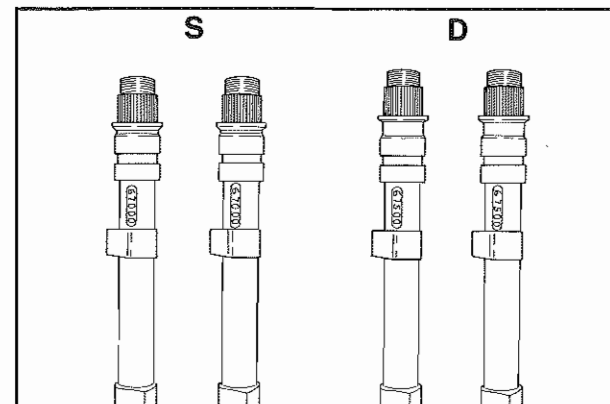
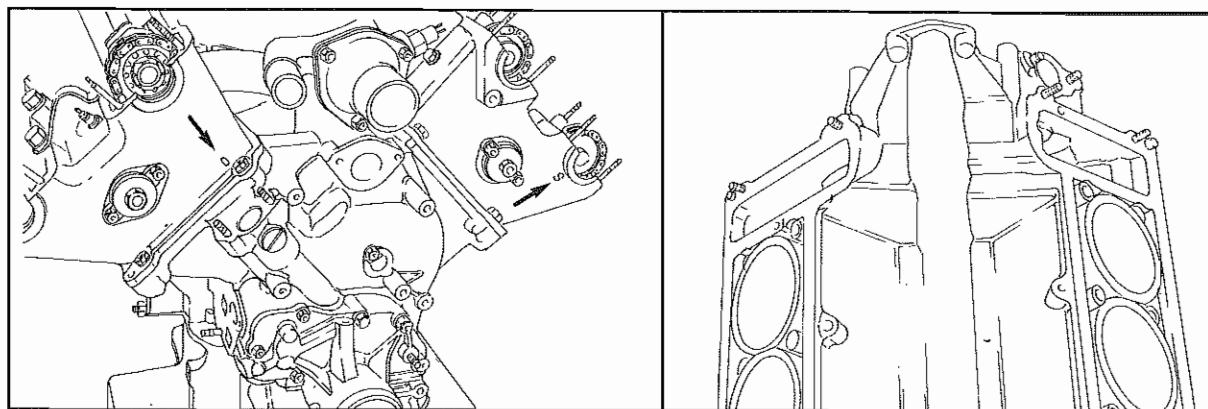

Fig. 10 - Riferimenti assi a camme
Fig. 11 - Riferimenti testa
- Rimontare pastiglie, bicchierini, assi a camme e supporti. Non cambiare posizione a nessun pezzo; riferimenti: supporti (**Fig. 9-12**) assi a camme (**Fig. 10**) testa (**Fig. 11**).
- Refit pads, bowls, camshafts and main bearing. Do not change the position of any piece; references: main bearing (**Figs. 9-12**) camshafts (**Fig. 10**) head (**Fig. 11**).